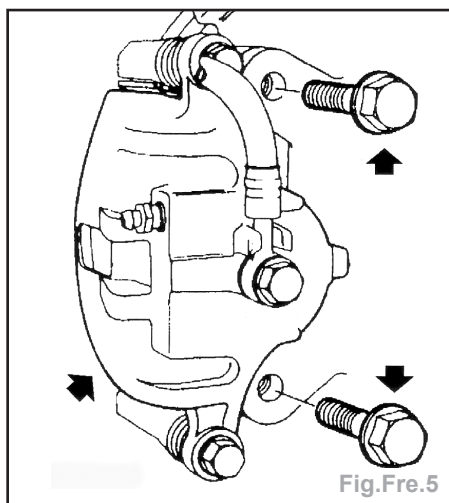

Fig.Fre.5
- les 2 boulons maintenant l'étrier de frein sur le moyeu de fusée (Fig.Fre.5).